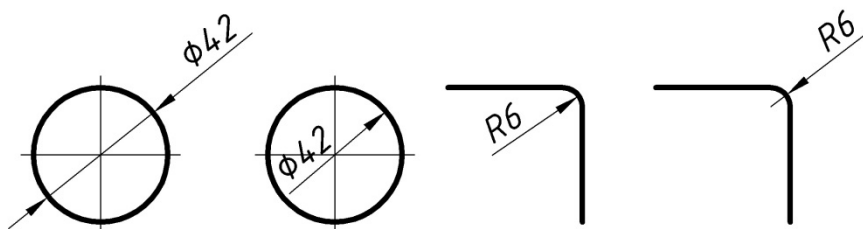

Рис. 6. Варіанти нанесення розмірів радіусів і діаметрів.
Орієнтують розмірні числа так, щоб вони вільно читалися при нормальному розміщенні креслення або при його повороті в межах  $90^\circ$  за годинниковою стрілкою. При нанесенні *розміру радіуса або діаметра* перед розмірним числом ставлять відповідно знаки  $R$ ,  $\varnothing$  (рис. 6).
*Розміри фасок* під кутом  $45^\circ$  наносять у вигляді добутку, наприклад,  $2 \times 45^\circ$  (де перше число – висота зрізаного конуса, друге – кут нахилу твірної конуса до його осі в градусах) (рис. 6, а), розміри фасок під іншими кутами вказують за загальним правилом – двома розмірами: лінійним і кутовим або двома лінійними розмірами.